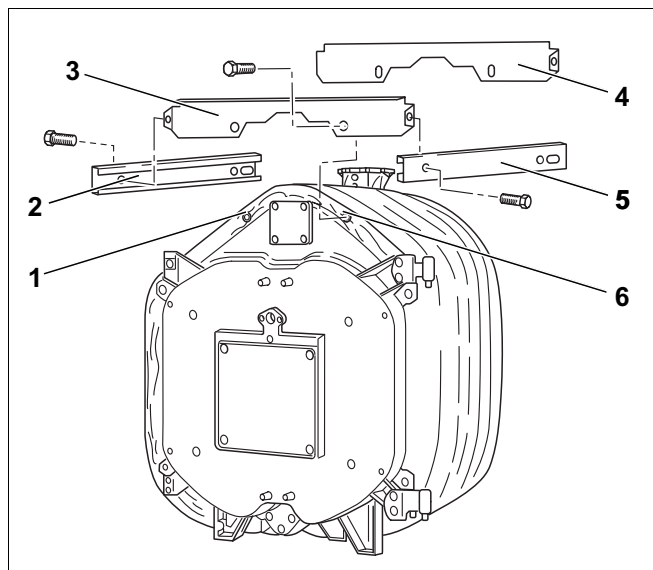

Fig. 36
- Fest tverrtraversene oppe foran (fig. 36, **pos. 3**) på knastene (fig. 36, **pos. 1 og 6**) og skru dem fast ved hjelp av sekskantskruer (M 8 x 12). Kanten på den fremre traversen må peke fremover.
- Fest tverrtraversen oppe bak (fig. 36, **pos. 4**) på knastene og fest den ved hjelp av sekskantskruer (M 8 x 12). Kanten på den bakre traversen må peke bakover.
- Sett de langsgående traversene (fig. 36, **pos. 2 og 5**) på tverrtraversene fra siden og fest dem ved hjelp av metallskruer. Kantene til de langsgående traversene peker da innover, mens slissene peker mot kjelens bakside.